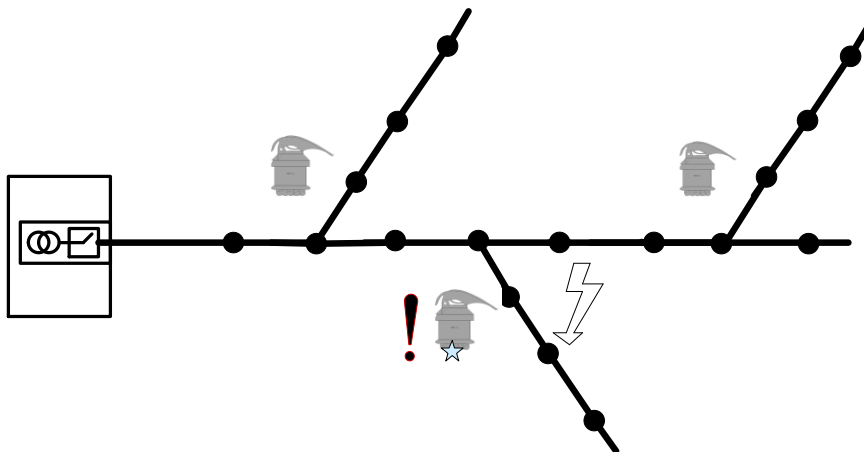

Рисунок 12 – Установка комплектов на линии с коротким стволом
- на линии с коротким стволом и длинными ответвлениями комплекты устанавливаются на ответвлениях вблизи мест разветвления, на ближайших к месту разветвления промежуточных опорах (Рисунок 12);